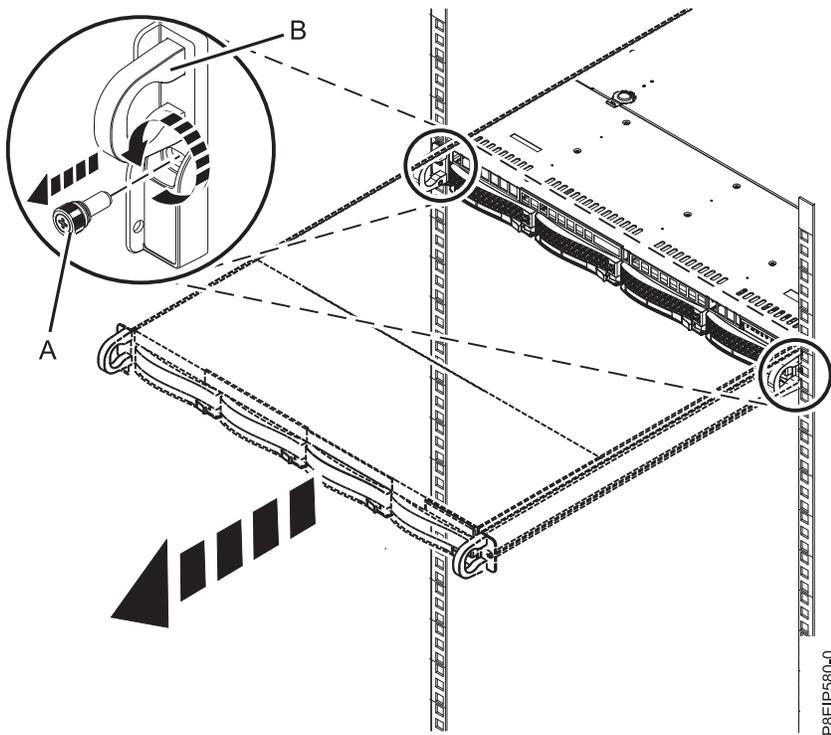

Figura 69. Removendo os parafusos frontais e removendo o sistema do rack
2. Remova os parafusos frontais (A) que prendem o sistema ao rack de ambos os lados do sistema, conforme mostrado na Figura 69 na página 76.